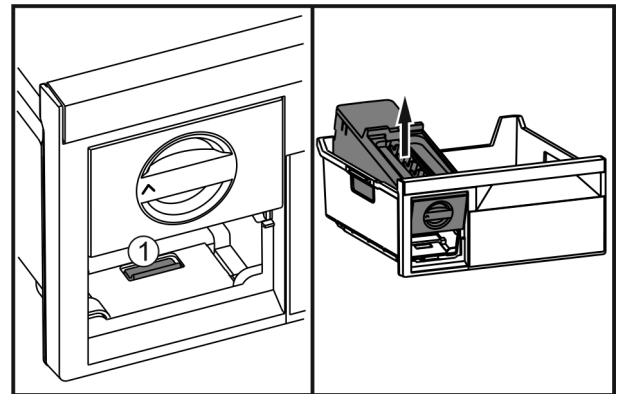

Fig. 80
- ▶ Presione Fig. 80 (1) la pestaña, levante el EasyTwist-Ice desde atrás y sáquelo del cajón del congelador.